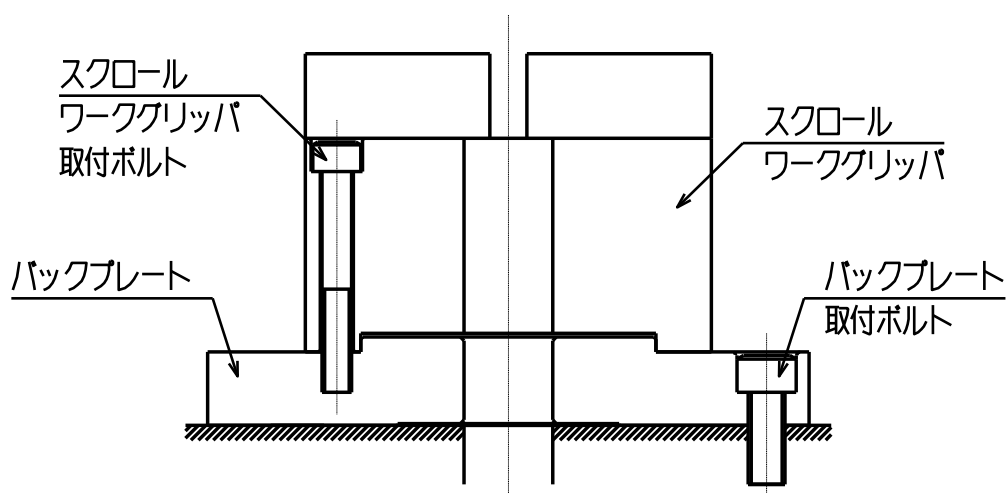

図 7
- ・ スクロールワークグリッパのボデー表面にロケータや治具を取り付ける場合は、図 7 に示す追加加工範囲内に穴明けを行ってください。